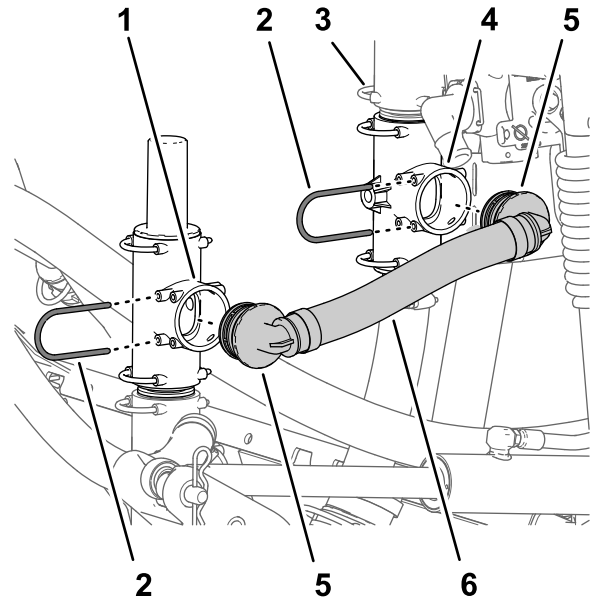

Figura 9
1. Allineate il raccordo a 90° del gruppo flessibile di sfiato della pressione con il foro aperto nel raccordo a T superiore (situato sotto la valvola di sfiato della pressione) e inserite il raccordo a 90° fino a quando non è completamente in sede (**Figura 9**).
2. Fissate il raccordo a T a 90° con il fermo (**Figura 9**) che avete rimosso al passaggio 2 di Rimozione dei flessibili (pagina 4).
3. Allineate l'altro raccordo a 90° del gruppo flessibile di sfiato della pressione con il foro aperto del raccordo a T inferiore (fissato al supporto della valvola) e inserite il raccordo a 90° fino a quando non è completamente in sede (**Figura 9**).
4. Fissate il raccordo a 90° al raccordo a T superiore con il fermo (**Figura 9**) che avete rimosso al passaggio 2 di Rimozione dei flessibili (pagina 4).
4. Fissate il raccordo diritto dentellato alla valvola del nebulizzatore (Figura 9) con un fermo.